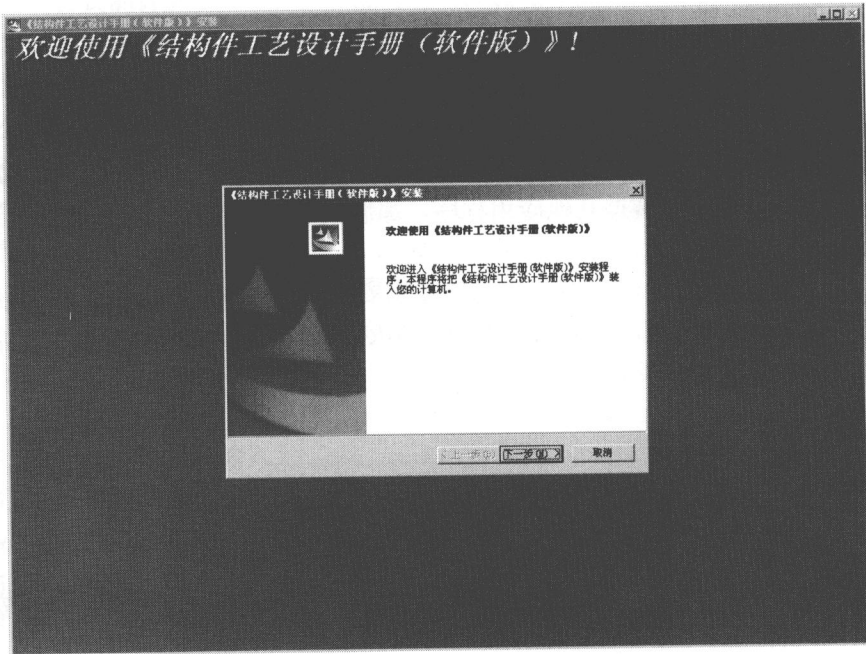

图 1-1 欢迎界面
- （2）双击安装盘中的安装程序 Setup.exe，用户首先看到的是欢迎界面，如图 1-1 所示。